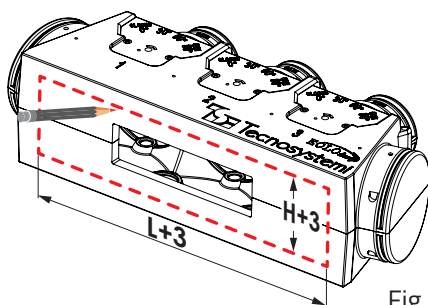

Fig. 2
2. Segnare le dimensioni rilevate sul plenum, +3 mm in altezza (H+3) e +3 mm in lunghezza (L+3). Fig. 2
2. Mark the dimensions of the plenum, adding 3 mm in height (H+3) and 3 mm in length (L+3). Fig. 2